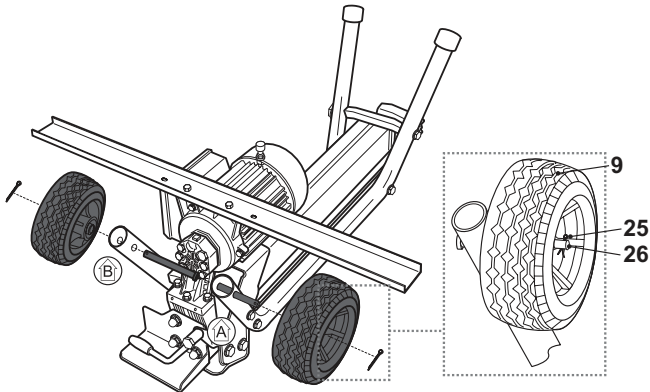

Fig. 1c
- Insérez les essieux [26] dans les extrémités A et B de l'armature, enfitez une roue [9] sur chaque essieu et fixez les roues avec les goupilles de sécurité [25] (Fig. 1c).